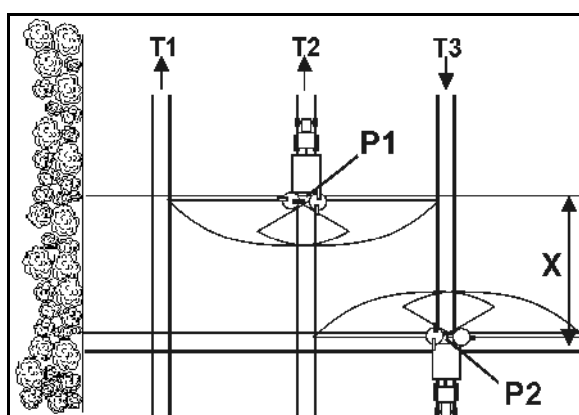

Bild 69
- Öppna slutspjällen när du kört in i körspåret vid punkt P1 (Bild 69), när spridartallrikarna är borttagna på sträckan X av vändtegens körspår.
- Stäng spjället innan du kör ut från körspåret vid punkt P2 (Bild 69), när spridartallrikarna befinner sig i höjd med vändtegens första körspår.